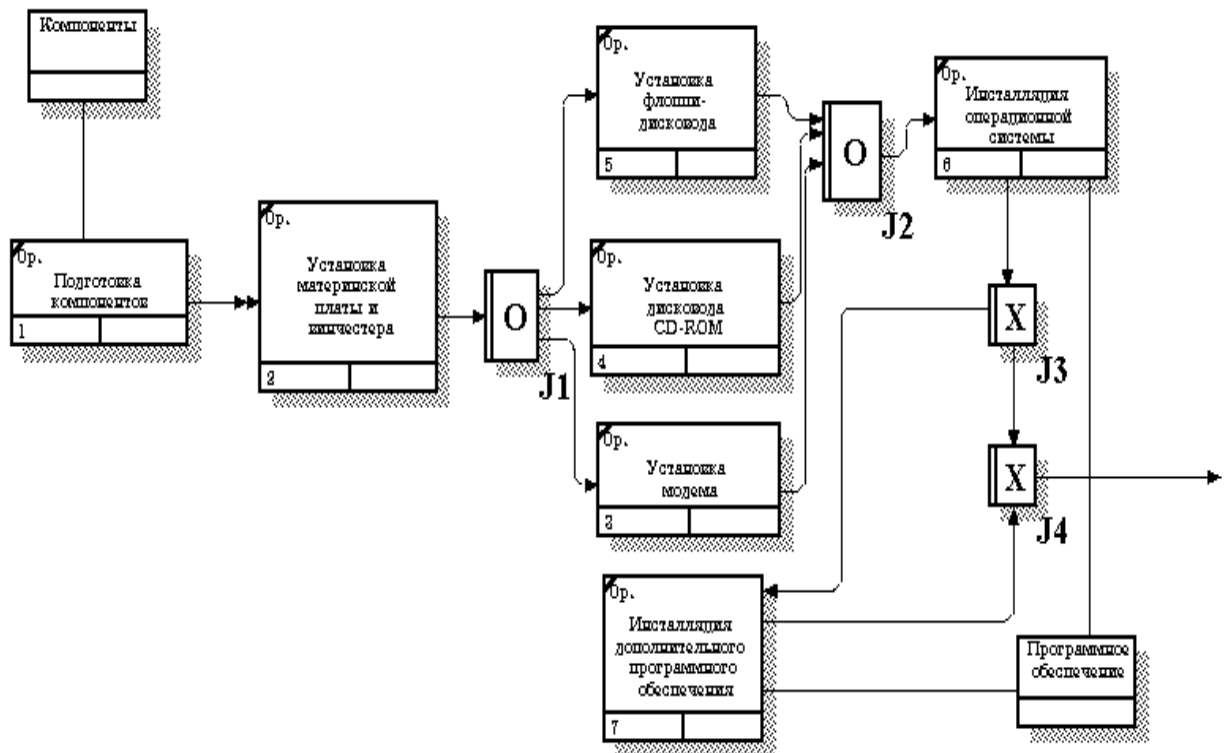

Рис. 112. Результат выполнения лабораторной работы 7
8. Создайте два перекрестка типа "исключающее ИЛИ". Свяжите работы и соответствующие ссылки, как это показано на рис. 112.